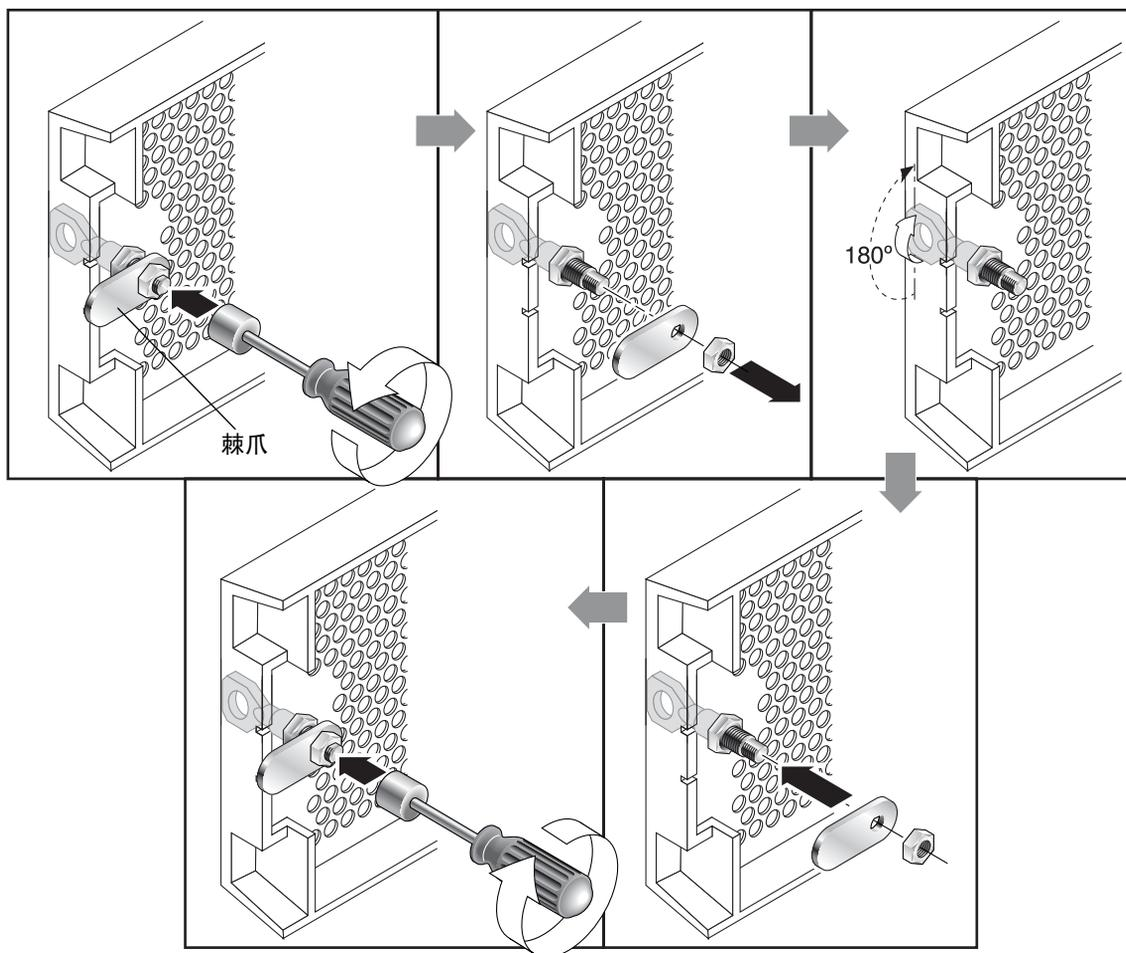

图 1-2 改装前盖锁以使钥匙无法取下的步骤
1. 轻轻将摇臂从其侧部凹处旋出，以便拆除前盖，并确保钥匙处于锁定位置，同时棘爪水平穿过前盖的边缘（请参见图 1-2 的第一幅图）。
2. 使钥匙保留在原位，使用 12 毫米或 3/8 英寸螺母扳手拆除用于固定棘爪的螺母，如图 1-2 的第一幅图所示。
3. 从锁身的螺纹部分抬起棘爪，如图 1-2 中第二幅图所示。
5. 用钥匙将锁转动 180 度，如图 1-2 的第三幅图所示。
6. 以原先的朝向装回棘爪，如图 1-2 的第四幅图所示。
7. 使钥匙保留在原位，使用螺母扳手重新拧紧用于固定棘爪的螺母，如图 1-2 中的第五幅图所示。注意不要使螺母穿过螺纹。